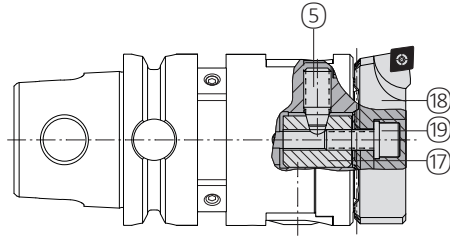

Рис. 6
**Картридж для обычного и охватывающего растачивания без ползуна с рифлениями (Рис. 6)**